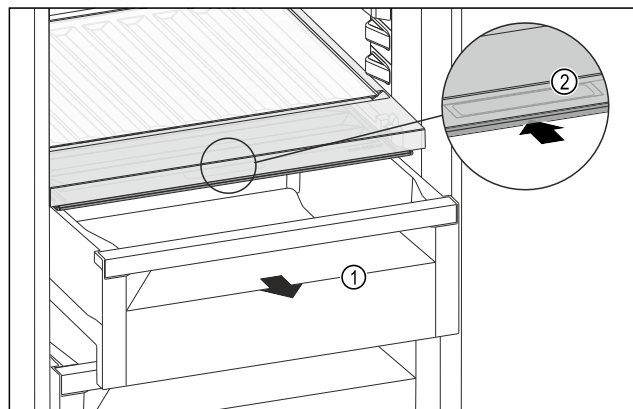

Fig. 207
- Извлеките выдвижной ящик Fig. 207 (1).
- Возьмитесь за утопленную ручку Fig. 207 (2) на крышке отделения и одновременно введите крышку отделения назад.